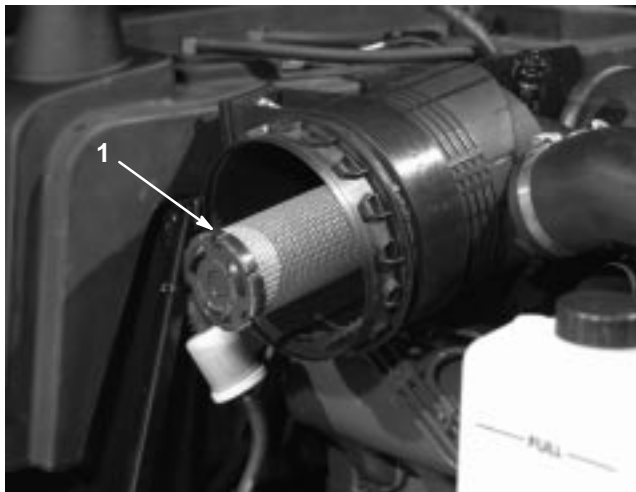

Figure 45
2. Sortez l'élément primaire (Fig. 44) du corps du filtre avec précaution pour ne pas déloger trop de poussière. Évitez de cogner l'élément contre les parois du filtre. N'enlevez **pas** l'élément de sécurité (Fig. 45).
**Important** N'essayez jamais de nettoyer l'élément de sécurité (Fig. 45). Remplacez-le une fois sur trois, quand vous effectuez l'entretien de l'élément primaire.